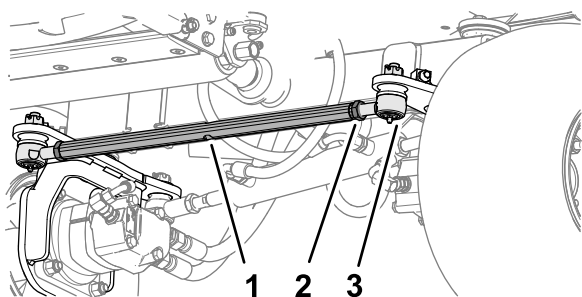

Bild 75
Spurstangenbaugruppe an den Stangenenden befestigt ist (Bild 75).
5. Ziehen Sie die beiden Sicherungsmuttern an, um die Spurstangenbaugruppe und die Stangenenden zu sichern (Bild 75).
2. Richten Sie die Räder durch Drehen der Spurstange aus (Bild 75).